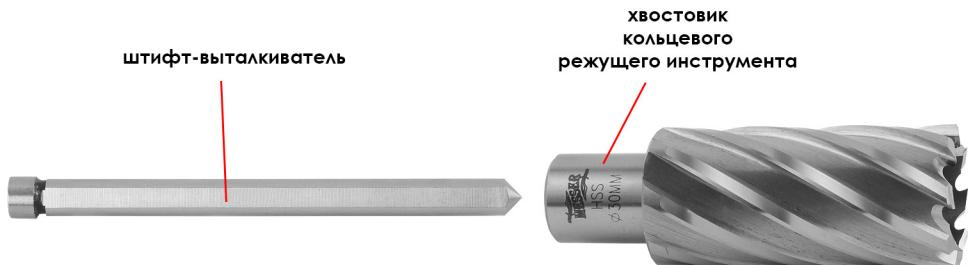

Рис.2
1. Вставьте штифт-выталкиватель (в комплект поставки не входит) в отверстие хвостовика кольцевого режущего инструмента (Рис. 2).